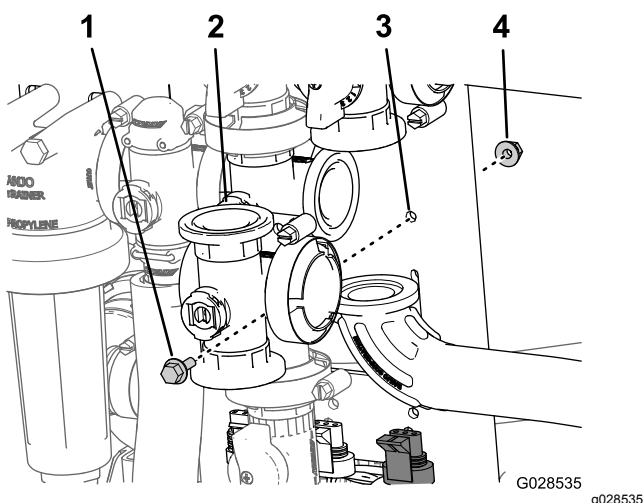

Figure 93
2. Retirez le boulon à embase et le contre-écrou à embase qui fixent la vanne maîtresse au support, puis déposez le collecteur de la machine (Figure 93).